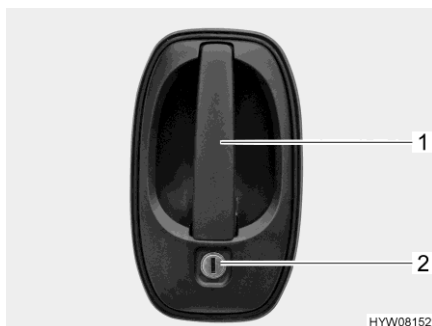

Fig. 52 Cerradura de la puerta
- Introducir la llave en el cilindro de cierre (Fig. 52,2) y girarla hasta que esté desbloqueada la cerradura de la puerta.
- Tirar del tirador de la puerta (Fig. 52,1). La puerta está abierta.
- Introducir la llave en el cilindro de cierre (Fig. 52,2) y girarla hasta que esté bloqueada la cerradura de la puerta.